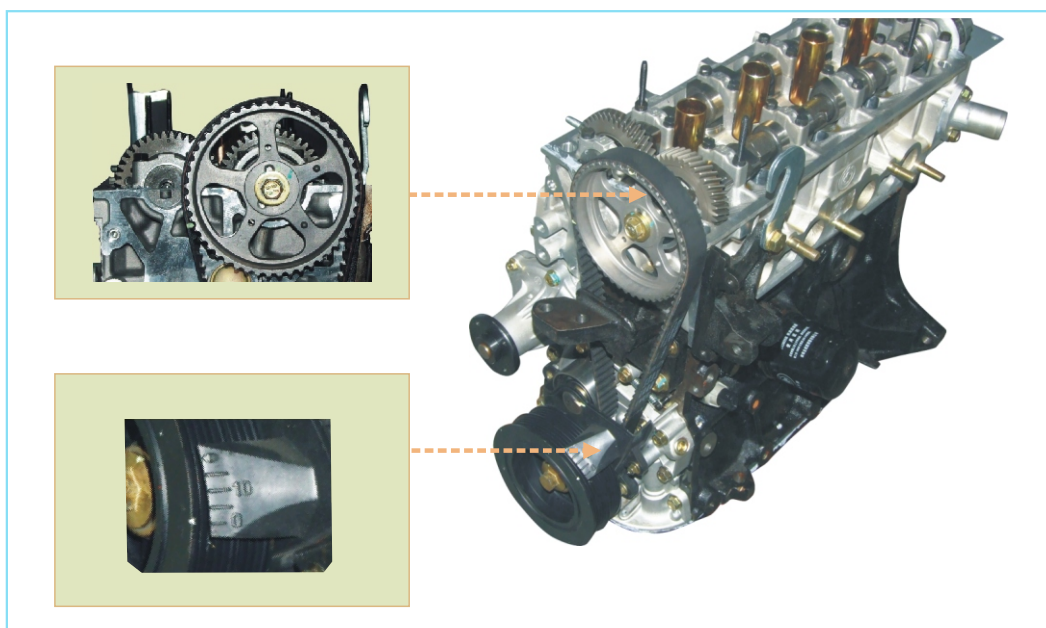

图2-125 调节气门正时
②缓慢转动曲轴两周，从第一缸上止点转起，转两周后重新回到上止点。注意一定要顺时针方向转动曲轴。
③检查每个皮带轮是否对准正时标记（见图2-125所示）。若标记未对准，应予重装。